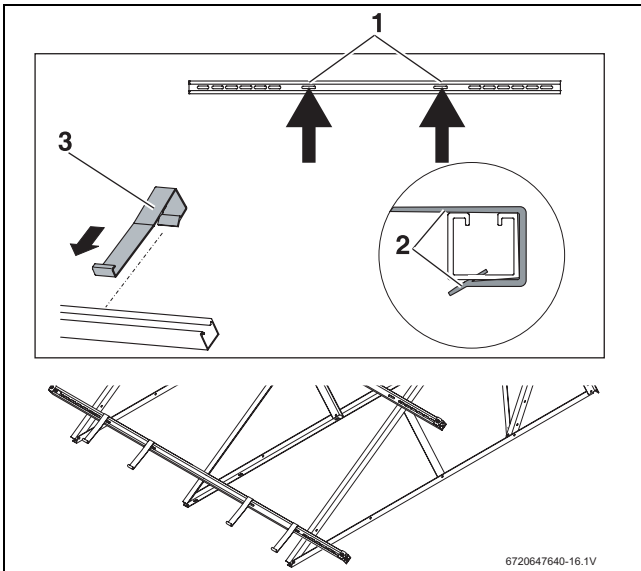

Fig. 25 Enganchar las protecciones antideslizantes
- ▶ Empujar las protecciones antideslizantes (→ Fig. 25, [3]) en los agujeros alargados interiores correspondientes [1], desde fuera sobre los perfiles hasta que encajen [2].